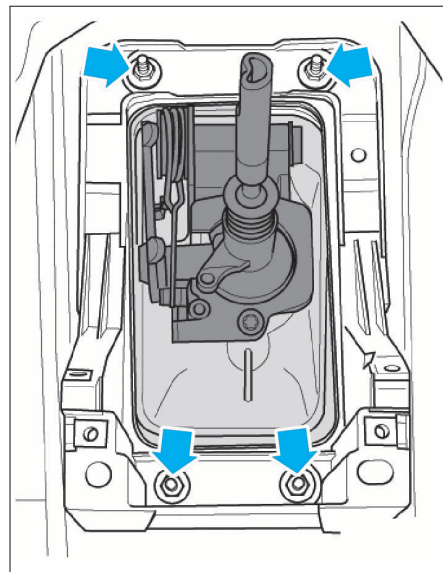

FIG. 9
- le cendrier (3) de la console centrale.
- Déposer les 4 écrous (Fig.9).